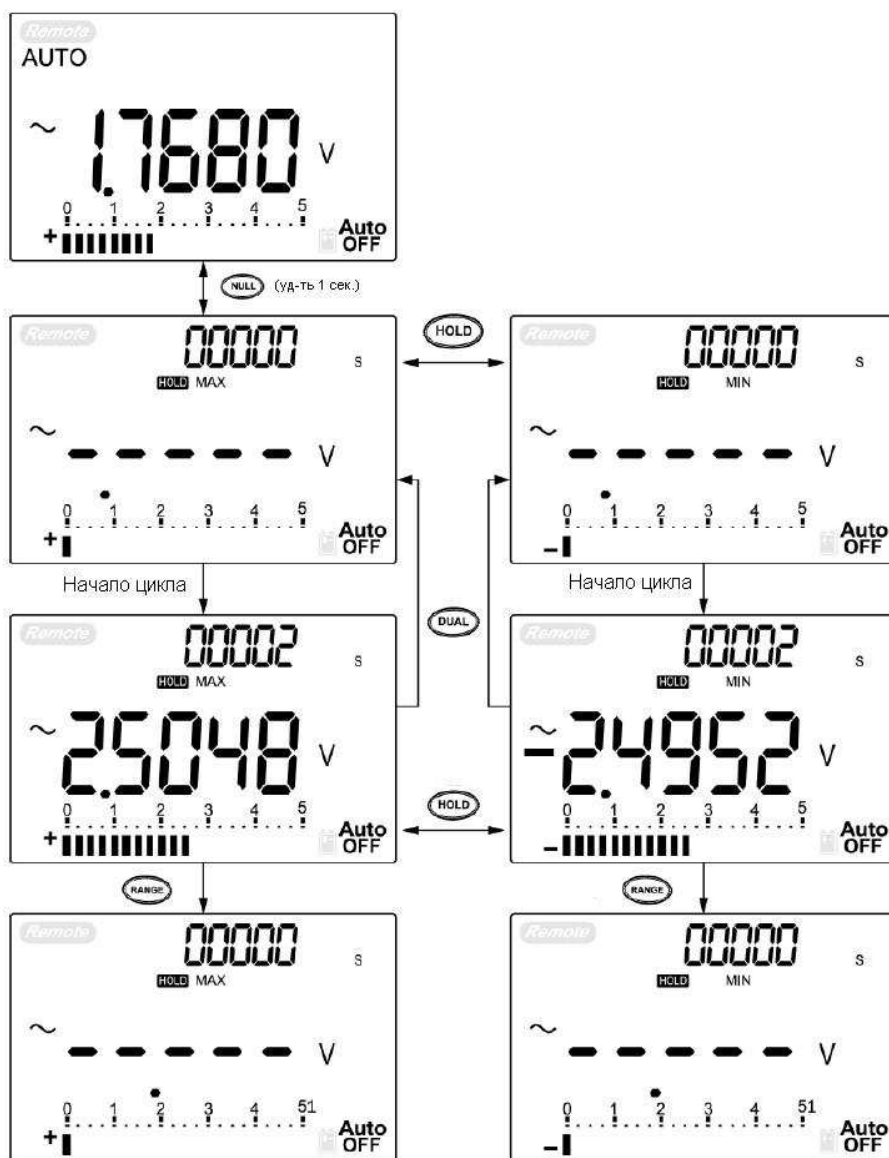

Рис. 22 Фиксация пикового значения на интервале 1 мс
- 4 Для примера, показанного на **рис. 22**, пик-фактор будет  $2.5048/1.768 = 1.416$ .